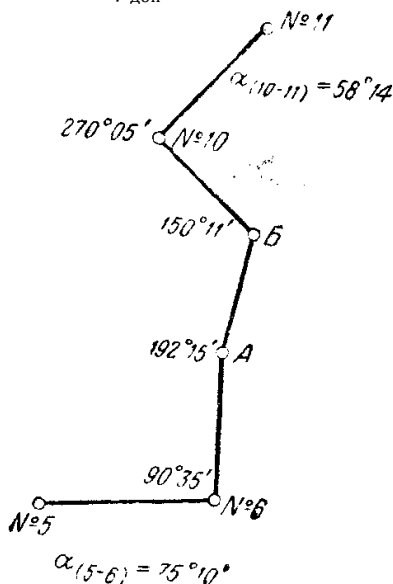

Рисунок 8.
**Пример 2.** Проложен диагональный ход между вершинами полигонов № 6 и 10 (рисунок 8). Теодолит ТТП,  $t = 30''$ . Определить величину угловой невязки  $f_{\beta}$  диагонального хода, ее знак и допустимость, если  $\alpha_{5-6} = 75^{\circ}10'$ ;  $\alpha_{10-11} = 58^{\circ}14'$  и сумма левых по ходу измеренных углов  $\sum \beta_{\Pi} = 703^{\circ}06'$ .